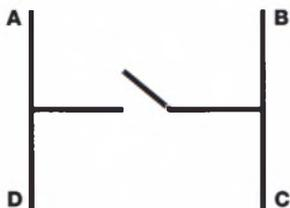

РИСУНОК 8.2
1. Установите кнопки на макетную плату так, чтобы они перекрывали собой канавку (словно мостики), а контакты А и В оказались на одной стороне от канавки, а С и D — на другой (см. рис. 8.2). (См. проект 1 для получения подробной информации о том, как работает кнопка.)